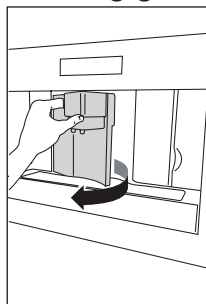
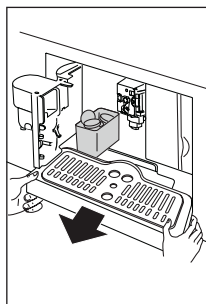

Fig. 23
Fig. 24
- ▶ aprire lo sportello di servizio sulla parte anteriore (Fig. 23), estrarre quindi la vaschetta raccogli-gocce (Fig. 24) e pulirla.